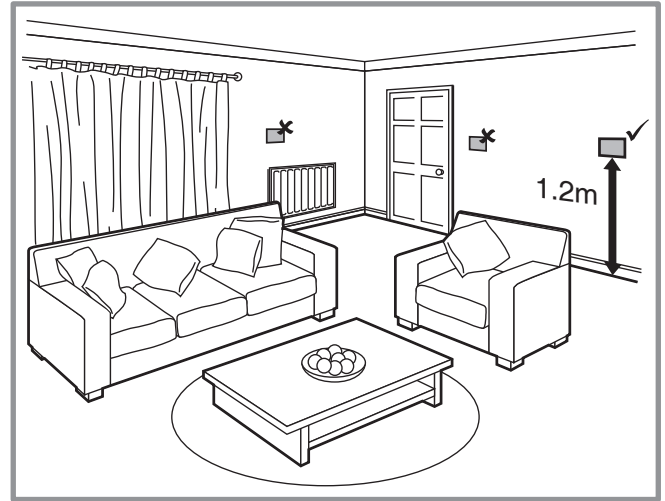

figure 34 - Position de la sonde d'ambiance
Veiller à ce que tous les câbles électriques sont logés dans les espaces prévus à cet effet (*figure 34*).
- Raccorder la sonde extérieure (*figure 34*).
Raccorder la sonde ambiance 1 (figure 34).
Raccorder la sonde ambiance 2 (figure 34).
Raccorder la sortie de la commande téléphonique sur les bornes modem (voir figure 34). La commande téléphonique permet de commuter le mode en cours :